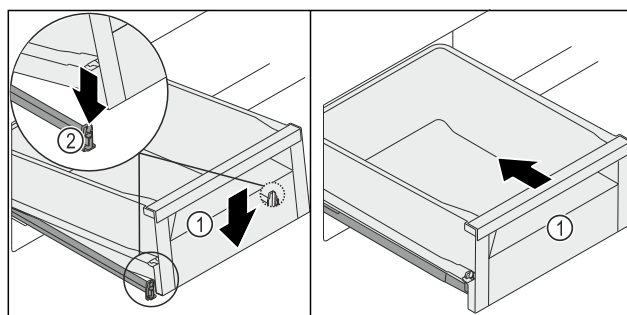

Fig. 137
- Abbassare il cassetto Fig. 137 (1) in avanti, in modo che lo stesso si inserisca tramite scorrimento a sinistra e a destra nel morsetto Fig. 137 (2).
- Il cassetto Fig. 137 (1) si innesta in modo percepibile.
- Inserire il cassetto Fig. 137 (1).